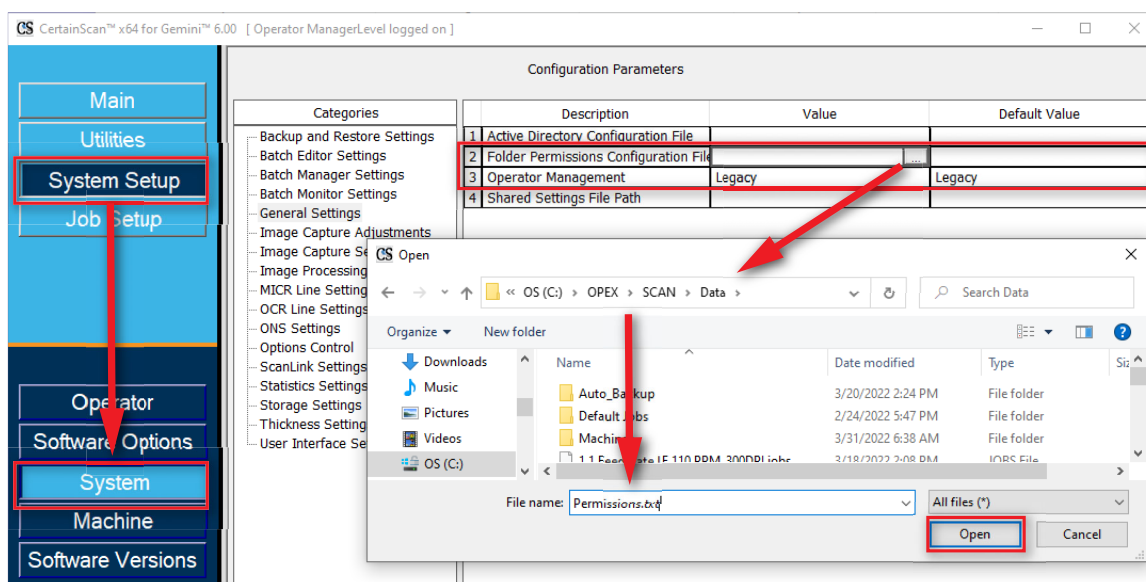

Figure 3-33 : Créer un fichier d'autorisations
- Naviguez vers **Configuration du système > Système > Paramètres généraux > Configuration du fichier autorisations de dossier** (Figure 3-33).